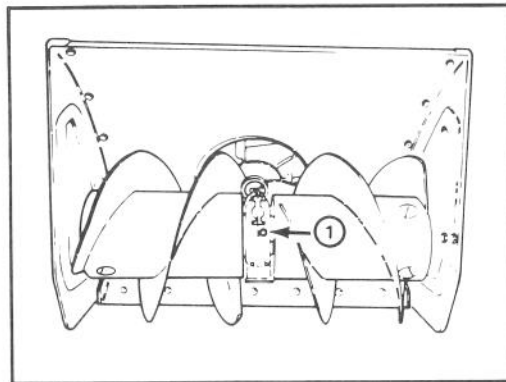

Abbildung 23
RÄUMGETRIEBEGEHÄUSE (Abb. 23)
- Rohrverschluß von Getriebegehäuse entfernen (Abb. 23).